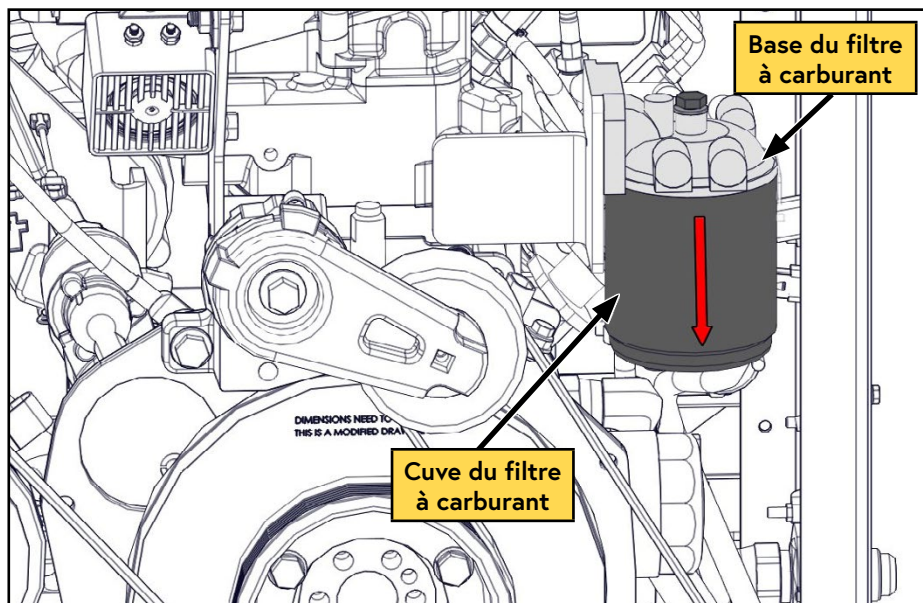

Figure 41 — Retirer le filtre à carburant
- ☐ Retirez la cuve du filtre à carburant (Figure 41).